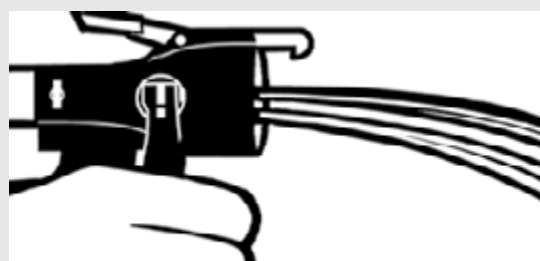

Figure 4.
5. Purger le système dans un contenant à déchet en activant le déclencheur du Distributeur INSTA-FLO^{MC}. Lorsque les jets sont égaux, relâcher le déclencheur, nettoyer les traces de produit chimique de la face du distributeur avec un chiffon propre et appliquer une nouvelle couche de gelée de pétrole. (Voir figure 4)